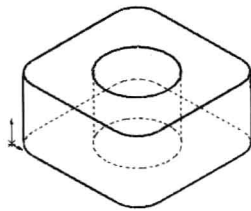

图 1-17 圆角结果
(3) 单击确定，完成圆角操作，结果如图 1-17 所示。
(4) 单击视图工具栏上的“带边线上色”图标，将显示设置为带边线上色视图。